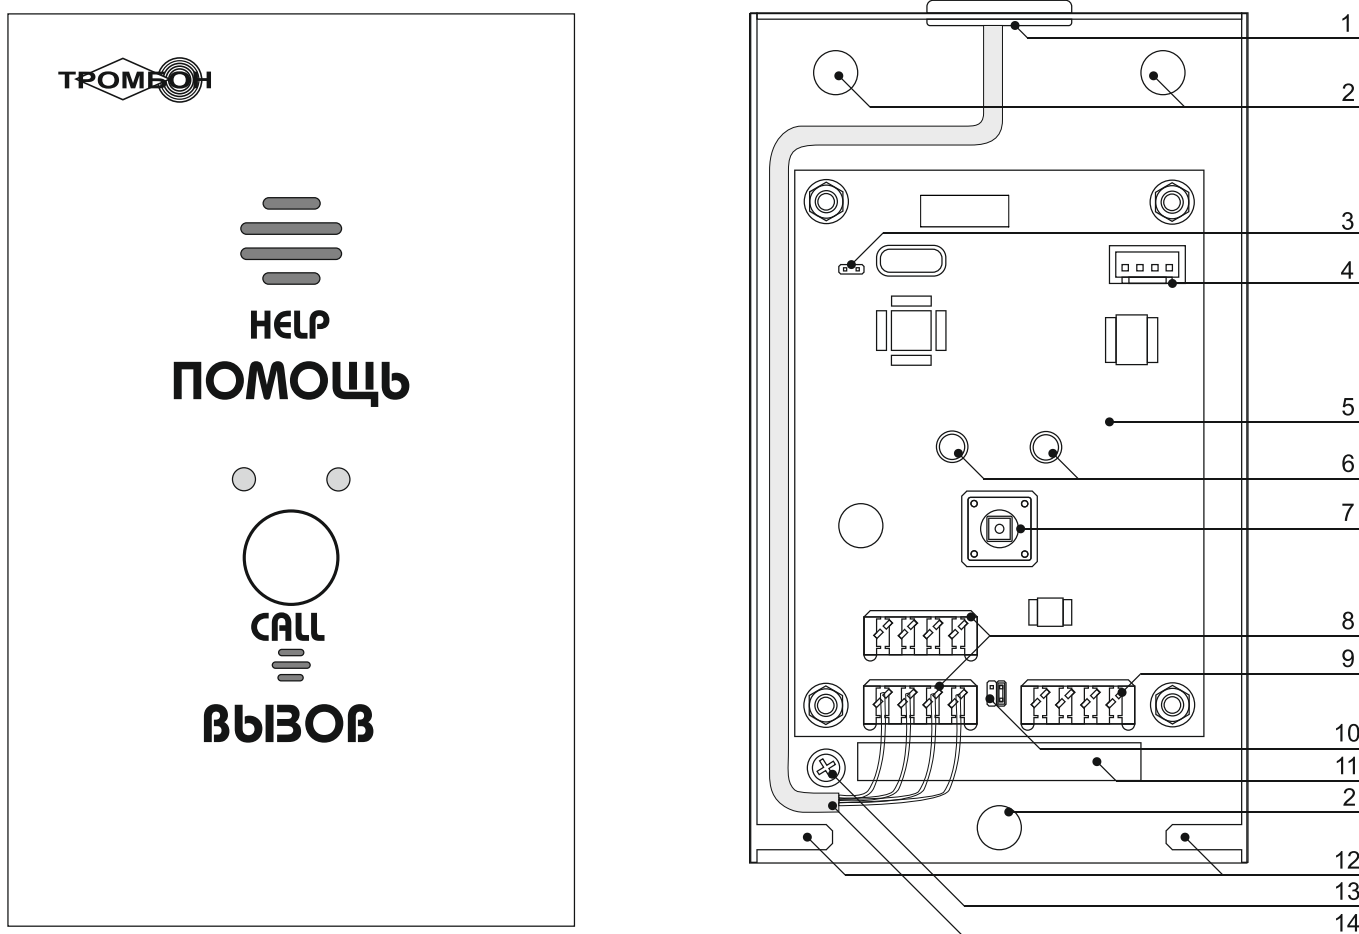

Рис. 1. Внешний вид «Тромбон СОРС АВУ-Н/Н1» и вид на АВУ со снятой крышкой.
2). Снимите крышку АВУ. Протяните линии связи через кабельный ввод (рис. 1, поз. 1) на верхней панели АВУ или через специальное окно (рис. 1, поз. 11) в задней стенке АВУ. Установите АВУ на стену.
3). Подключите к разъемам рис. 1, поз. 8 линию связи с ЛБС и другими АВУ системы. АВУ подключаются к линии связи с ЛБС последовательно, соединений типа «звезда» на одной линии не допускается. Для удобства подключений АВУ имеет два разъема, контакты которых соединены параллельно. К одному разъему подключается линия связи от ЛБС или предыдущего АВУ в линии, ко второму – линия связи со следующим АВУ. Схема подключения указана в приложении 2.
4). Подключите к винту рис. 1, поз. 13 экранирующие оплетки кабелей связи с ЛБС и другими АВУ.
5). Включите согласующие резисторы у последних АВУ в каждой линии. Включение резистора выполняется перестановкой перемычки рис. 1, поз. 10 на левую пару контактов.
6). Подключите к разъему рис. 1, поз. 9 устройства помощи МГН. Схема подключения представлена в приложении 3.
7). Возьмите крышку АБУ, подключите кабель от микрофона и динамика, установленных на крышке к соответствующему разъему на плате АБУ, см. рис. 1, поз. 5.
8). Подведите крышку АБУ снизу к основанию, введите выступ крышки в зацепление с выступами основания см. рис. 1, поз 12, далее прижмите крышку к основанию и с небольшим усилием сдвиньте ее вверх, до упора (см. приложение 4 поз 1).
При изменении конфигурации системы или установке в систему ранее использованного АБУ, необходимо выполнить смену его адреса на заводской (по умолчанию). Только после этого возможно запрограммировать это АБУ в систему. Для смены адреса на заводской необходимо на клеммы АБУ рис. 1 поз. 3 установить перемычку, после этого подать питание на АБУ. Адрес АБУ будет заменен на заводской. После этого необходимо снять перемычку и запрограммировать АБУ в систему.